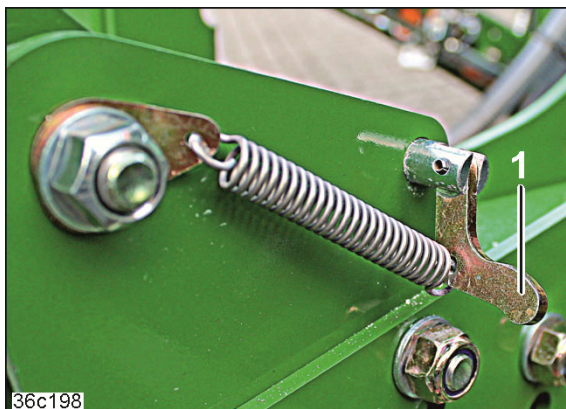

Fig. 202
3. Sving griperen (Fig. 202/1) nedover.